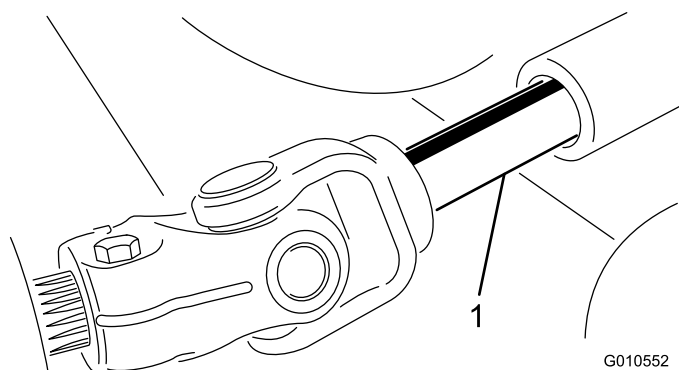

図 20
5. PTO シャフトのオスメスの接続部分を解除して、カッティングユニットをトラクションユニットから引き出す図 20。
3. オスの PTO シャフトとメスの PTO シャフトを接続する図 20。